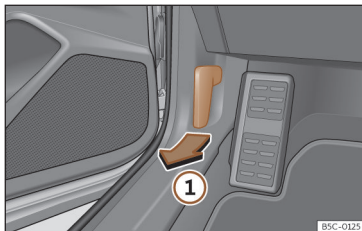

Fig. 215 Alavanca de desbloqueio no espaço para a zona dos pés do condutor.
- Abra a porta e puxe pelo manípulo que existe debaixo do painel de instrumentos »» Fig. 215 ①.